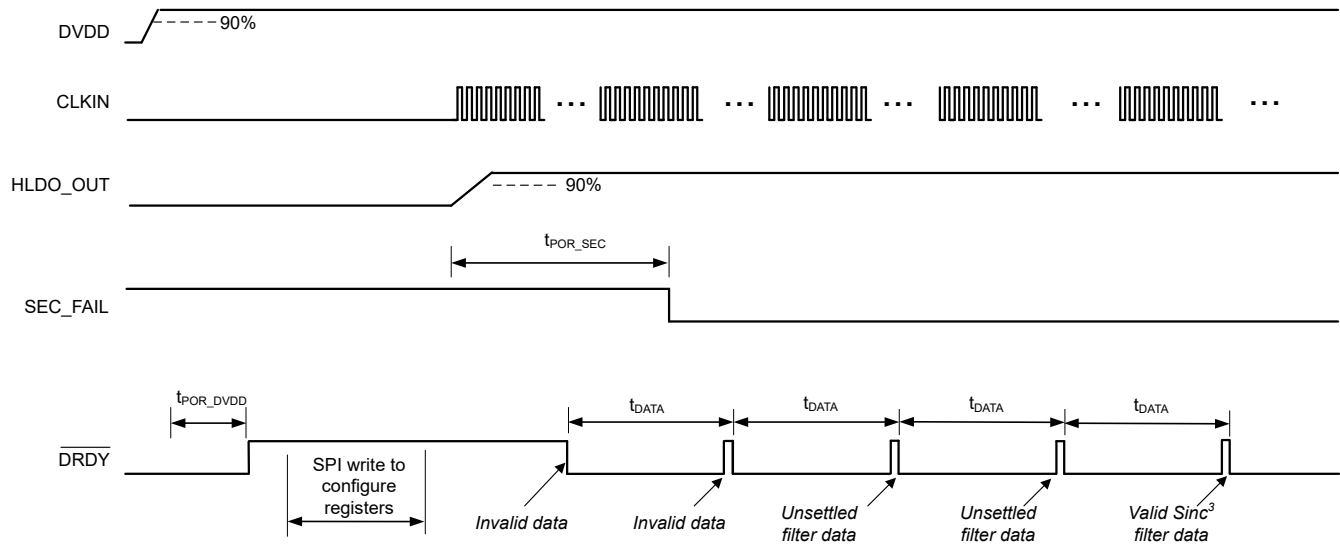
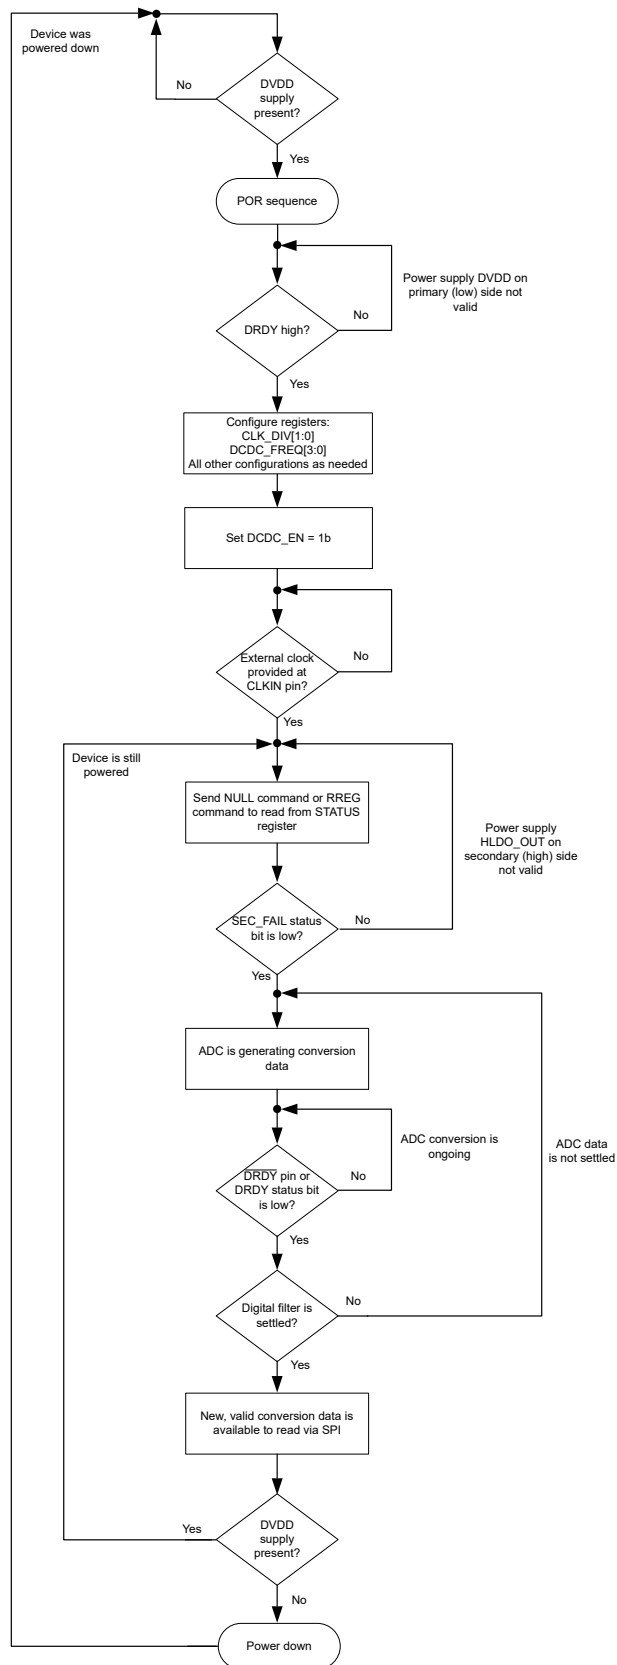

图 8-16. 上电启动行为和稳定时间，OSR = 1024
图 8-17. 上电启动过程的流程图
本节介绍了 AMC131M02 上电的推荐步骤。图 8-16 所示为使用此建议序列时器件行为的时序图。图 8-17 以图形方式提供了建议序列的流程图。
- $\overline{\text{DRDY}}$ 从高电平转换到低电平表示新的转换数据可用。如图 8-16 所示，只有 SEC_FAIL 在转换期间读取为 0b 时，ADC 数据才有效。图 8-16 中显示的前两个转换结果表示无效数据。
- 当 ADC 生成有效数据时，数字滤波器必须稳定，如 SINC^3 和 $\text{SINC}^3 + \text{SINC}^1$ 滤波器部分所述。图 8-16 中显示的两个后续转换结果是未稳定的结果（假设 OSR 等于 1024），而显示的最后一个转换结果提供了有效的稳定数据。
在图 8-16 中， $t_{\text{POR_SEC}}$ 是从启用直流/直流转换器到 SEC_FAIL 位的第一个下降沿的时间，其中后者表示 HLDO_OUT 引脚上的次级电源已稳定。 $t_{\text{POR_DVDD}}$ 是从 DVDD 电源 90% 到 $\overline{\text{DRDY}}$ 第一个上升沿的时间。